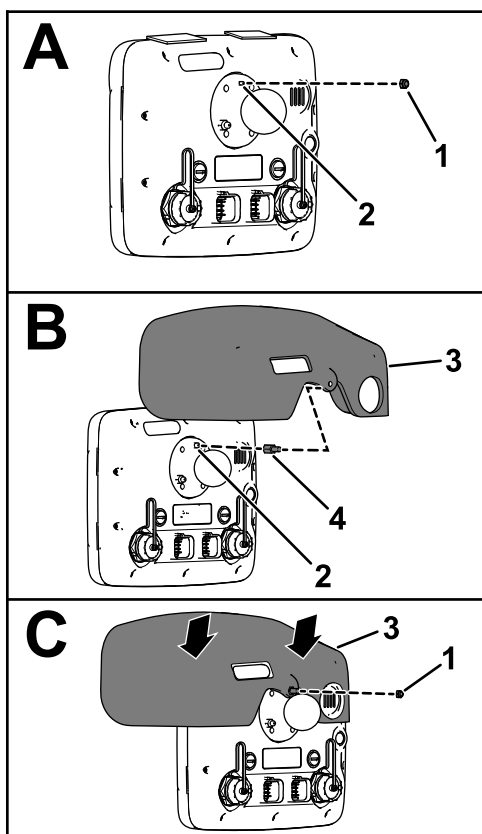

Figure 130
- Au dos de l'écran du pulvérisateur, les 2 connecteurs (26 broches) étant en bas, retirez le contre-écrou supérieur (5 mm) du goujon de la rotule de fixation (A de Figure 130).
3. Vissez la cheville dans le goujon de la rotule de fixation (B de Figure 130) et serrez-la à un couple de 2,50 N·m (22 po-lb).
6. Alignez le trou dans la visière de l'affichage et la partie goujon de la cheville filetée (B de Figure 130).
7. Fixez la visière sur l'écran (C de Figure 130) à l'aide du contre-écrou (5 mm) que vous avez retiré à l'opération 1.